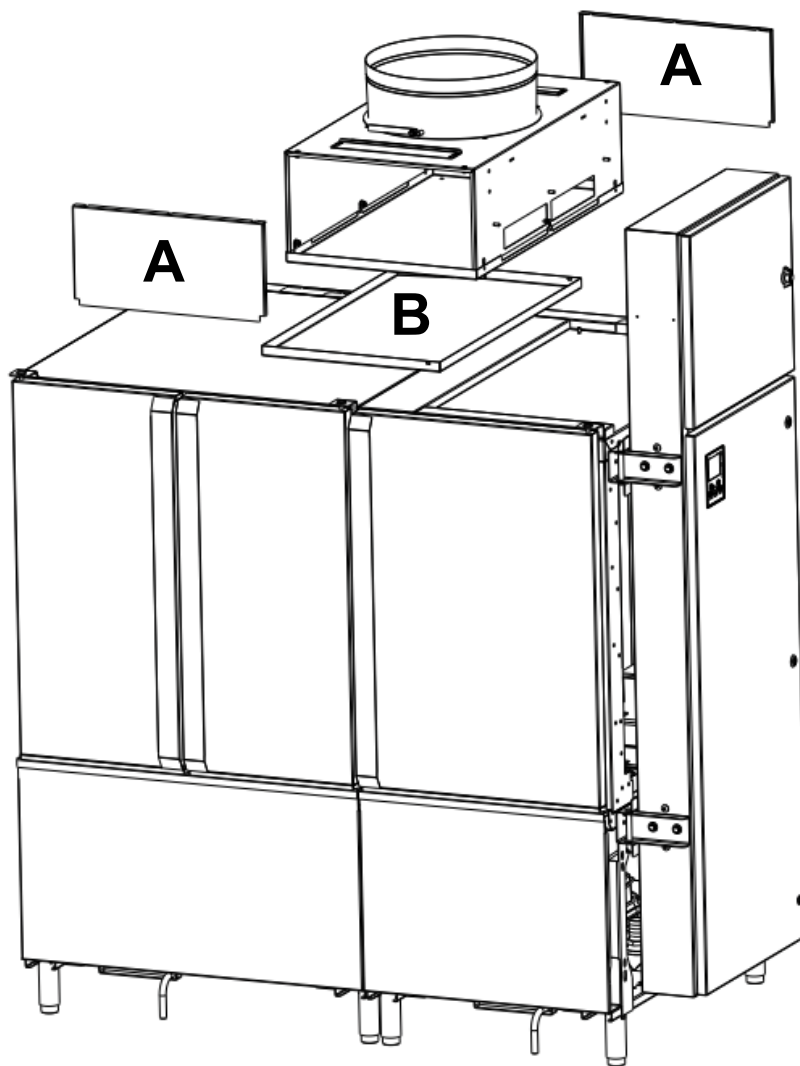

Fig. 2
1. Retirez les panneaux avant et arrière en desserrant les deux écrous sur la partie supérieure de chaque panneau (Fig. 2, élément A).
2. Retirez le bac de récupération situé dans la base du caisson (Fig. 2, élément B).